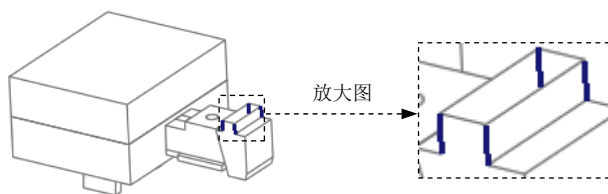

图 27.59 倒圆角参考边
Step6. 创建圆角特征。单击 **模具** 功能选项卡 **设计特征** 区域中的 倒圆角 按钮，此时系统弹出“倒圆角”操控板；按住 Ctrl 键，选取图 27.59 所示的四条边线为圆角的参考边；在文本框中输入半径值 8.0，并按回车键；在操控板中单击 按钮，完成特征的创建。